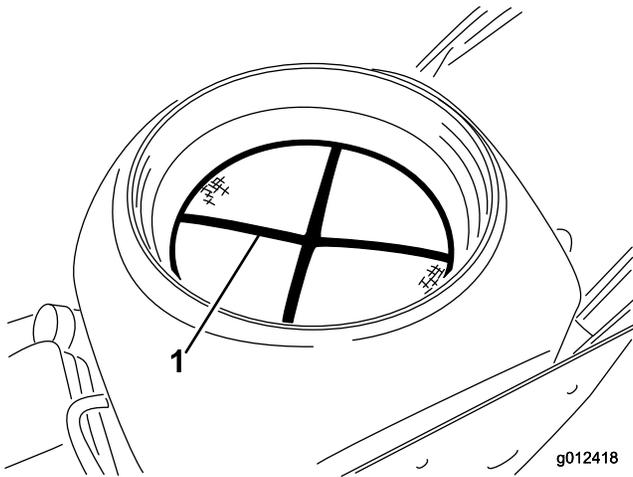

Bild 30
2. Nehmen Sie das Sieb des Farbbehälters ab (Bild 30)